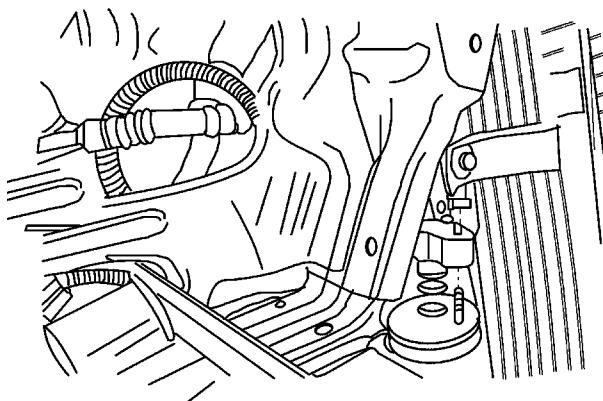

图 5-43 拆卸液管板至储液干燥器的固定螺母
9) 按照图 5-43 所示，拆卸液管板至储液干燥器的固定螺母。